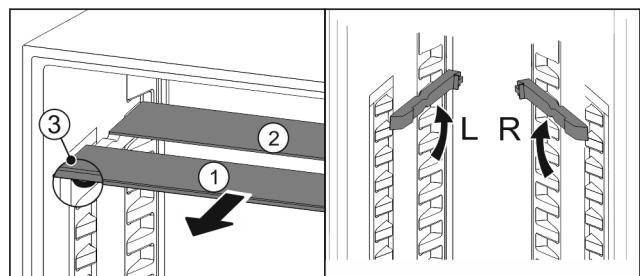

Fig. 54
- Extragăți Fig. 54 (1) pe rând plăcile de sticlă spre înainte.
- ▷ Placa de sticlă Fig. 54 (1) cu șipca decorativă se află în față.
- ▷ Opritoarele Fig. 54 (3) indică în jos.